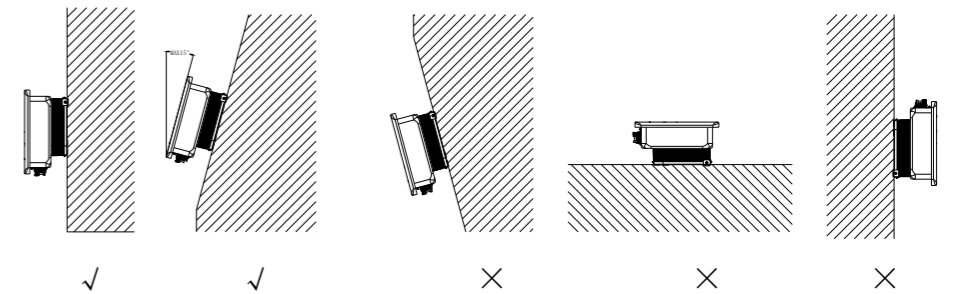

图 3.1
(1) 本设备有室内、室外两种安装方式。
(2) 请根据图3.1指引安装设备。推荐垂直地面安装，允许最大向后倾斜 15°安装，不要水平或倒过来安装。